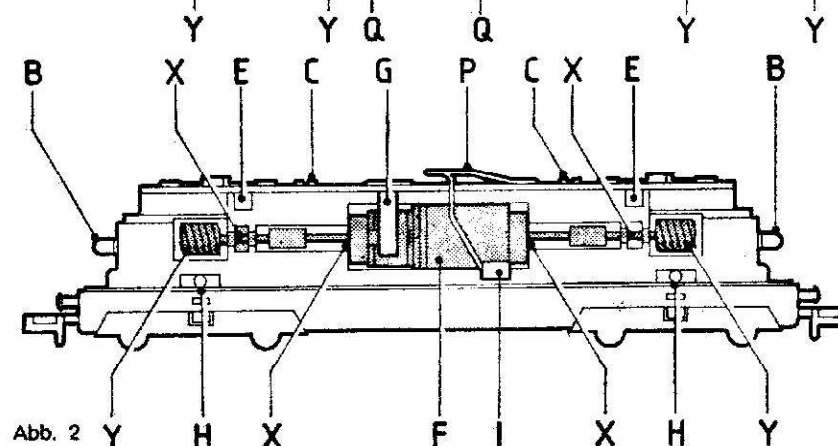
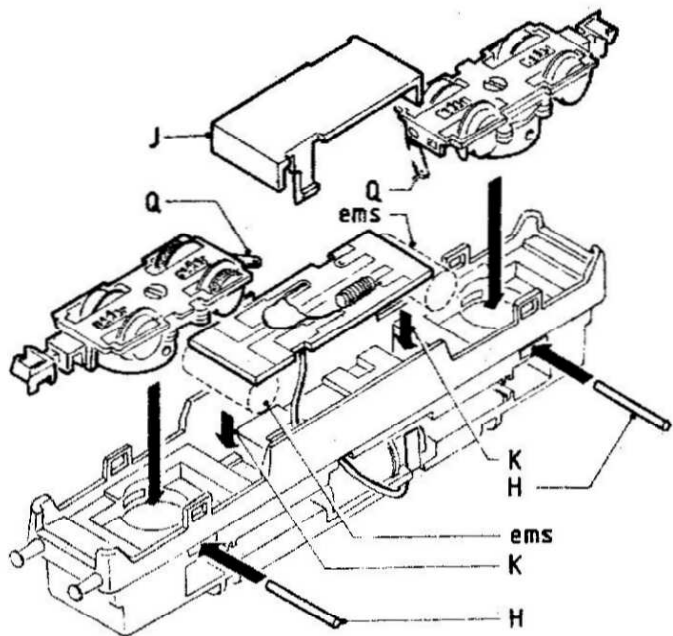

Abb. 2
Abb. 4
### Lämpchenwechsel (Abb. 2 u. 3)
### Motor austauschen (Abb. 2 u. 3)
#### Austausch der Drehgestelle (Abb. 4)
Motor und Drehgestelle wie zuvor beschrieben herausnehmen. Nasen **I** (Abb. 2 und 3) mit kleinem Schraubenzieher nach innen und unten drücken. Kappe **J** (Abb. 4) kann dann zusammen mit der unteren Schaltungsplatine herausgenommen werden. Zuleitung **P** (Abb. 2) an der oberen Schaltungsplatine ablöten. Lötstelle markieren wegen späterem Anlöten der Zuleitung zum e-m-s-Baustein. E-m-s-Baustein mit Abdeckkappe **J** als Einheit (13) nach Abb. 4 und 5 zusammenstecken und in das Chassis einführen. Richtige Lage des Zuführungskabels gemäß Abb. 4 beachten. Beim Einsetzen keinesfalls Gewalt anwenden. Die beiden Kondensatoren der e-m-s-Platine müssen leicht in die Chassis-Aussparungen **K** (Abb. 4) gleiten. Die große Fläche der Abdeckkappe **J** muß bei eingesetztem Baustein mit der unteren Kante der seitlichen Chassis-Schürzen übereinstimmen. Falls dies nicht der Fall ist, muß eventuell der Baustein um 180° gedreht werden. Deshalb genaue Lage von Chassis, Baustein und Zuleitung gemäß Abb. 4 beachten. Zuleitung **P** (Abb. 2) nach dem Wiedereinsetzen des Motors, der Drehgestelle und der oberen Schaltungsplatinen dann an der markierten Stelle wieder anlöten. Leitungsführung wie eingezeichnet.